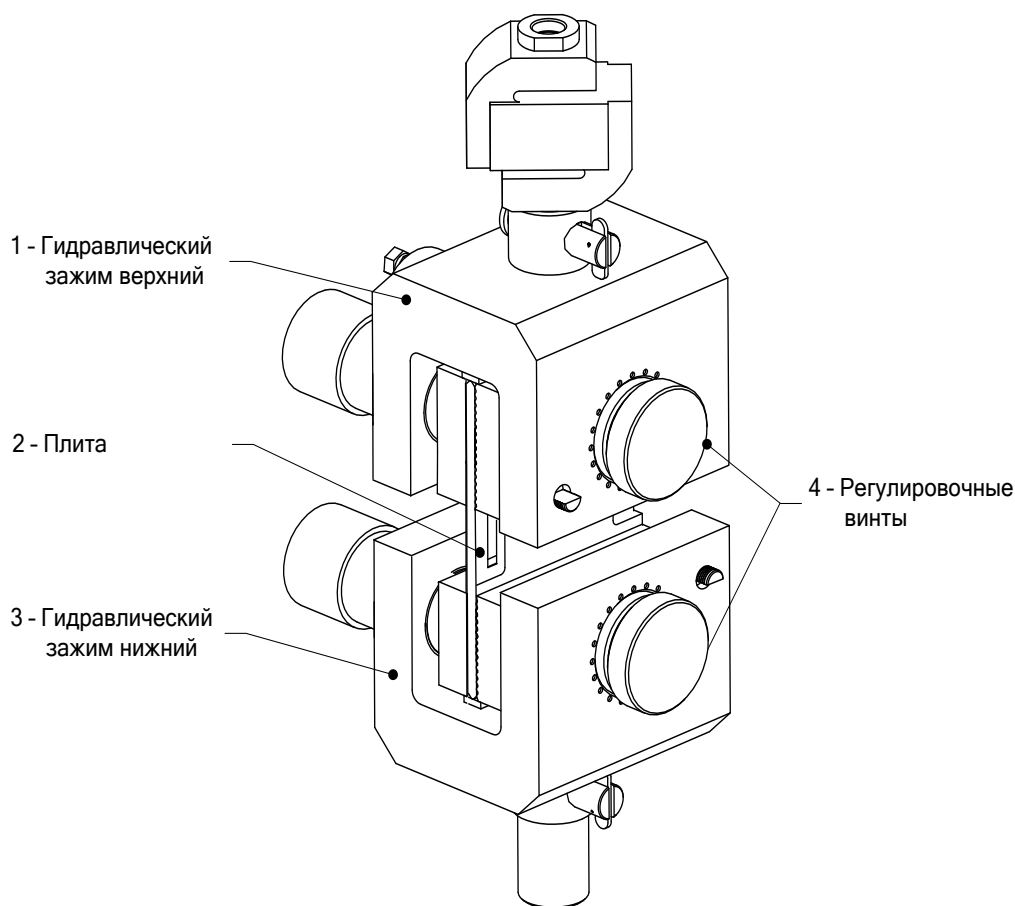

Рисунок 7 – Компенсация механики
4.3.2 Траверсу подвижную поднимать до тех пор, пока расстояние между нижней плоскостью губки гидравлического зажима верхнего 1 и верхней плоскостью губки гидравлического зажима нижнего 3 не составит 100 мм (см. рисунок 7, страница 16). Расстояние можно измерить, например, с помощью измерительной линейки 300 мм ГОСТ 427-75.